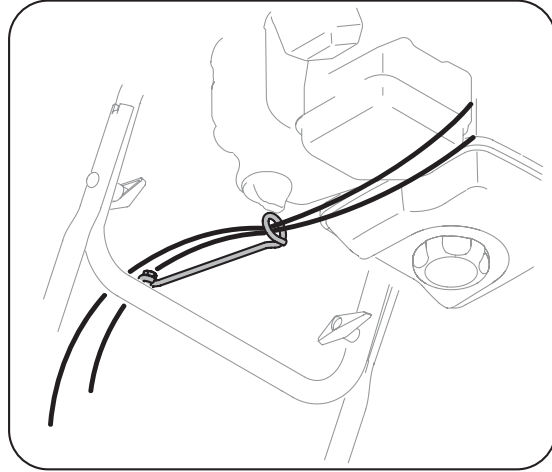

Figure 3-7
- S'il ne sont pas déjà installés, insérez les câbles, allant du tableau de bord à la goulotte, dans le fil de commande de la goulotte. Voir la Figure 3-7.